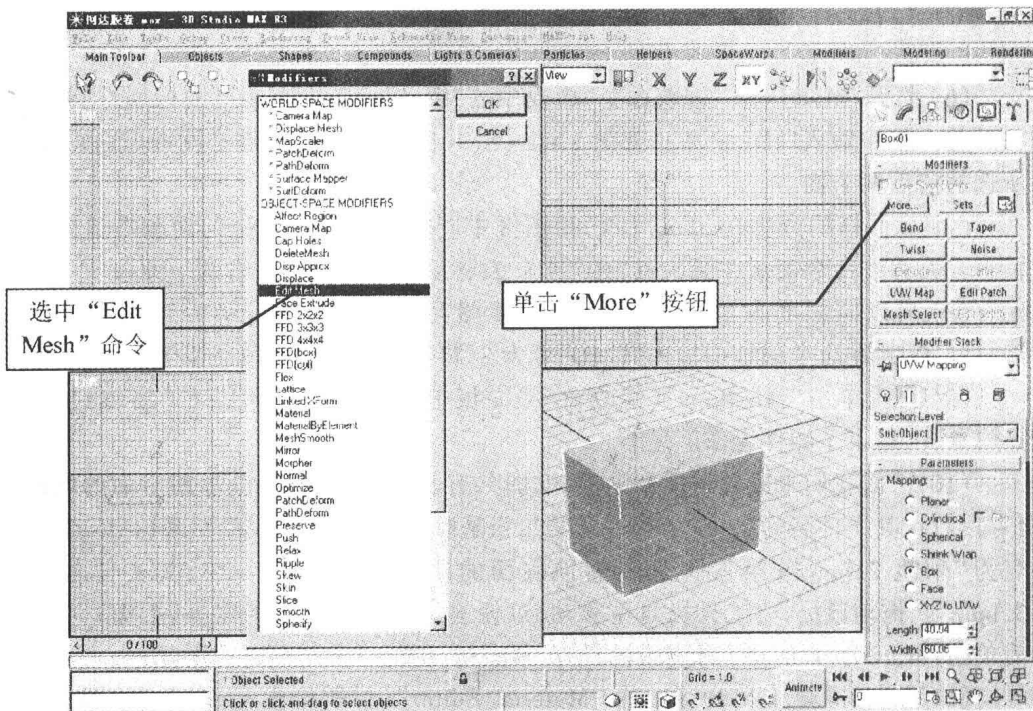

图 1-1-7
(2) 胶卷盒有六个面,其中上下两个面的贴图是一样的,左右两个面的贴图、前后两个面的贴图也是一样的,这样就分成了三组贴图。现在我们给每组一个“ID”号(识别码),以便在设置子材质时以“ID”号对应地赋予子材质。单击“Modify”(修改)命令面板中的“More”(更多)按钮,如图1-1-7,可以调用未在修改命令面板中显示的其他修改命令。
(3) 这时屏幕上出现了一个“Modifiers”(修改命令)对话框,如图1-1-7。选中其中的“Edit Mesh”(修改网格)命令,通过该命令可以对顶点、面、边等子物体进行修改,然后单击“OK”按钮。